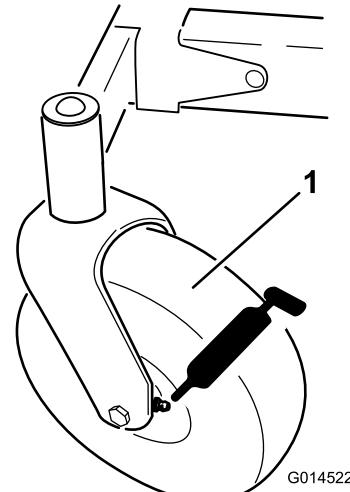
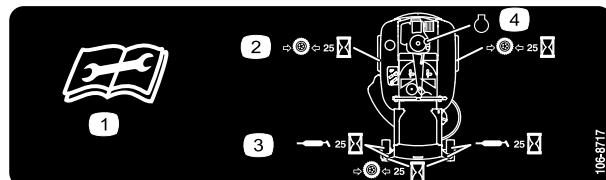

Figura 28
Figura 29
3. Limpe os encaixes de lubrificação (Figura 28 e Figura 29) com um trapo. Certifique-se de que raspa qualquer tinta da frente do(s) encaixe(s).
4. Ligue uma pistola de lubrificação ao encaixe (Figura 28 e Figura 29). Coloque lubrificante nos encaixes até que comience a escorrer massa lubrificante dos rolamentos.